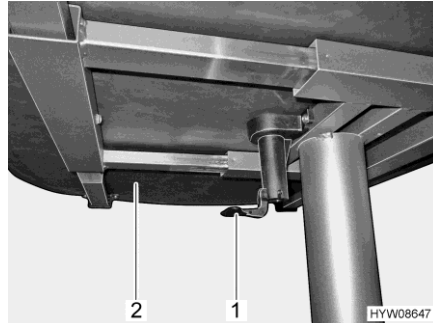

Fig. 133 Levier de déplacement du plateau de table
- Tirer le levier (Fig. 133,1) vers le bas ou l'enfoncer.
- Décaler le plateau de table (Fig. 133,2) dans la position désirée.